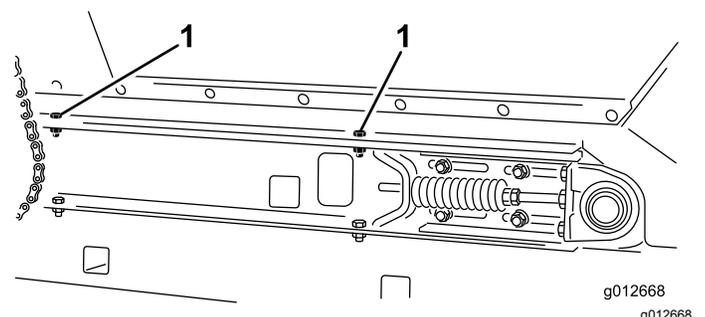

图32
4. 在机器两侧用在 拆除滑行滚道 \(页码 18\)中卸下的 2 个平头螺丝、2 个垫圈和 2 个锁紧螺母将料斗固定到滑行机架轨道上 图32。